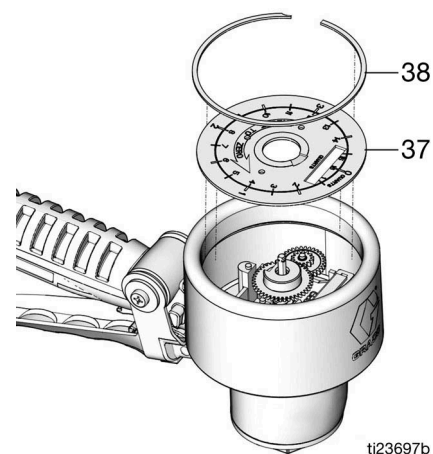

ABB. 22
- Die Frontplatte (37) und die große Halteklammer (38) montieren (ABB. 22).